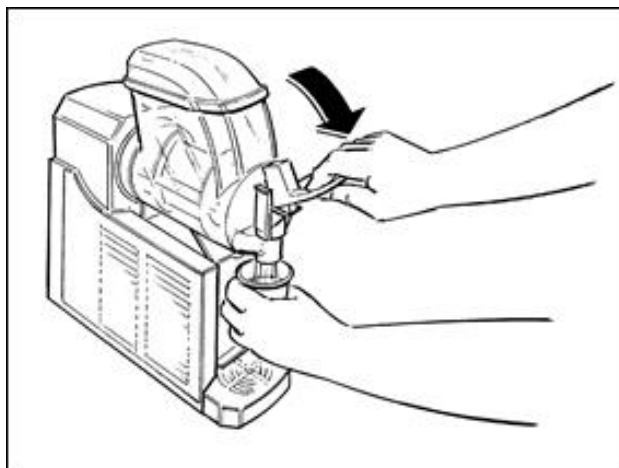

Fig. 26
- Una volta che il prodotto avrà raggiunto la consistenza desiderata, per procedere all'erogazione posizionare una tazza sotto il rubinetto e abbassare la leva come mostrato in Fig. 26 .